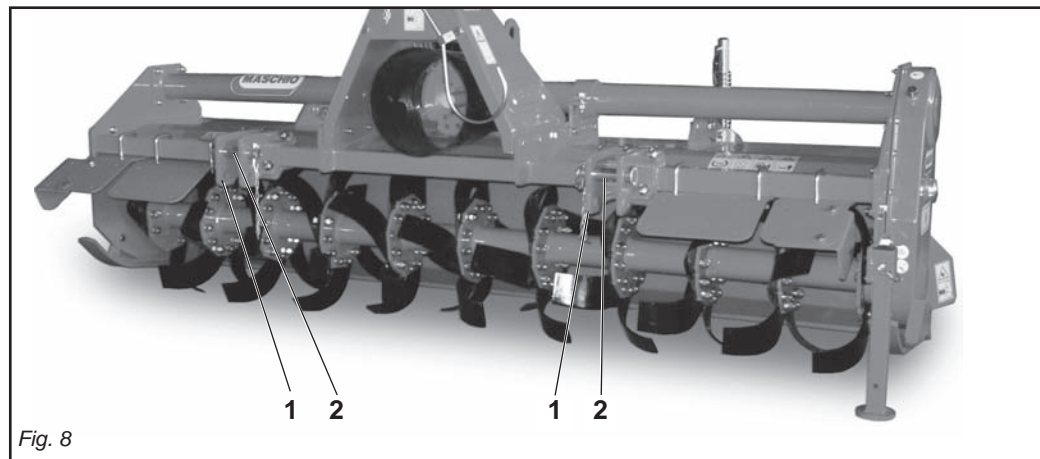

Fig. 8
In base alle dimensioni specifiche di questi 2 tipi di attacchi dei trattori è necessario determinare la posizione più favorevole della macchina spostando opportunamente sul tubo quadro le piastre (1 Fig. 8) e inserendo i perni (2 Fig. 8) nei fori corrispondenti al giusto diametro delle parallele del trattore.
*Depending on the precise dimensions of these two types of hitches, find the best position for the machine by moving the plates (1 Fig. 8) along the square tubular and inserting the pin (2 Fig. 8) in the holes corresponding to the correct diameter for the tractor's parallel arms.*
En fonction des dimensions spécifiques de ces deux types d'attelages des tracteurs il faut déterminer la position la plus favorable de la machine en déplaçant, sur le tube carré, les plaques (1 Fig. 8) et introduire les axes (2 Fig. 8) dans les trous correspondant au bon diamètre des parallèles du tracteur
*Alle Maschinen können an jedem beliebigen Schlepper mit Universal-Dreipunktaufhängung der 1. und 2. Kategorie angebaut werden. Aufgrund der spezifischen Abmessungen dieser beiden Schlepperanschlüsse kann man die günstigste Position der Maschine festlegen, indem man die Platten (1 Abb. 8) auf dem Vierkantrohr verschiebt und die Bolzen (2 Abb. 8) in die entsprechenden Bohrungen mit dem richtigen Durchmesser auf dem Schleppergestänge einsteckt.*
En relación a las dimensiones específicas de estos dos tipos de enganche de los tractores hace falta determinar la posición más favorable de la máquina desplazando oportunamente en el tubo cuadrado las placas (1 Fig. 8) e introduciendo los pernos (2 Fig. 8) en los orificios correspondientes al correcto diámetro de las paralelas del tractor.
Le piastre (1 Fig. 8) vanno montate sempre e solo come mostrato in Fig. 8 con i fori posizionati anteriormente al tubo quadro.
- 1) Accostare le parallele del sollevatore ponendole all'interno delle piastre (1 Fig. 8), inserire il perno (2 Fig. 8) nel foro predisposto e bloccare con le copiglie a scatto.
*The plates (1 Fig. 8) must always and only be mounted as shown in Fig. 8 with the holes towards the front of the square tubular.*
- 1) *Near the lift bars, setting them in the most suitable plates (1 Fig. 8). Insert the pin (2 Fig. 8) into the relative hole and lock in place with the snap-in split pins.*
Les plaques (1 Fig. 8) doivent obligatoirement être montées comme illustré dans la Fig. 8 en utilisant les trous placés à l'avant du tube carré.
- 1) Approchez les barres du relevage en les plaçant à l'intérieur des plaques les plus appropriées (1 Fig. 8), introduisez l'axe (2 Fig. 8) dans le trou correspondant et bloquez par les goupilles à encastrement.
*Die Platten (1 Abb. 8) dürfen nur und ausschließlich so montiert werden, wie es in Abb. 8 gezeigt ist, nämlich mit den Bohrungen, die vor dem Vierkantröhr angeordnet sind. Der Hersteller haftet nicht für die Beschädigung der Maschine oder des Schleppers infolge der Nichtbeachtung dieser Angabe.*
- 1) *Die Lenker des Krafthebers annähern und in die am besten geeigneten Platten schieben (1 Abb. 8). Den Bolzen (2 Abb.8) in das Loch stecken und mit dem einrastenden Splint blockieren.*
Las placas (1 Fig. 8) deben ser montadas siempre y solamente según lo indicado en la Fig. 8 con los orificios posicionados delante del tubo cuadrado. La firma constructora no es responsable de rupturas en la máquina o en el tractor originadas por falta de respeto de esta indicación
- 1) Acercar las barras del elevador poniéndolas dentro de las placas más indicadas (1 Fig. 8), introducir el perno (2 Fig. 8) en el orificio y bloquear con los pasadores de resorte.